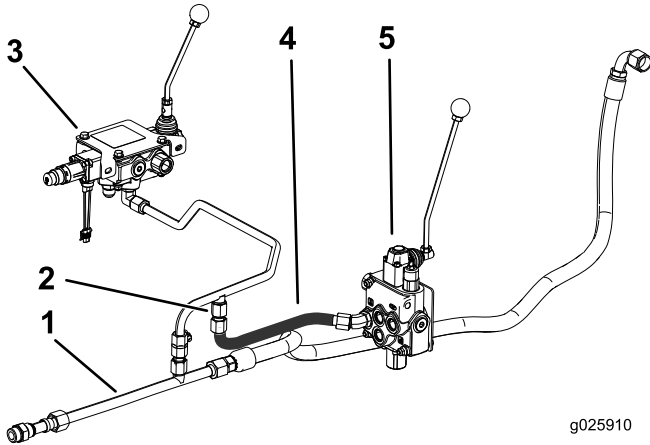

Figure 27
6. Enlevez le bouchon du tube qui relie le distributeur de la trancheuse au tuyau (Figure 27).
7. Branchez un tube hydraulique entre le distributeur du système Hydra-Borer (orifice T) et le tube de trancheuse, comme montré à la Figure 27.